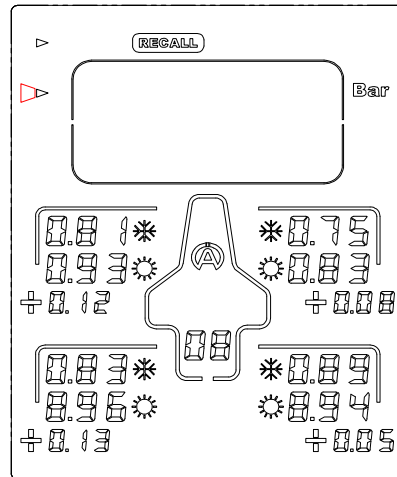

Figure 7
- 2) With the button  or  , select the « **FACE** » (figure 7)